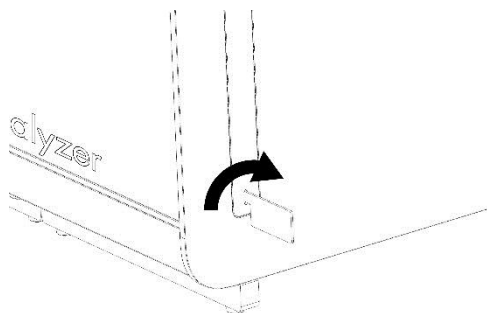

Figura 10. Remoção de tampas protetoras.
- 1e. Remova as tampas protetoras da parte lateral do módulo analítico, que corresponde ao local onde será colocado o módulo analítico adicional (Figura 10).